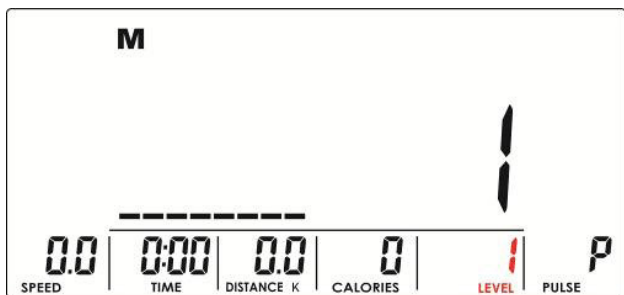

Fig. 10
2. Indstil belastningstrinnet med UP- eller DOWN-knapperne (fig. 10). Standardværdien er 1.